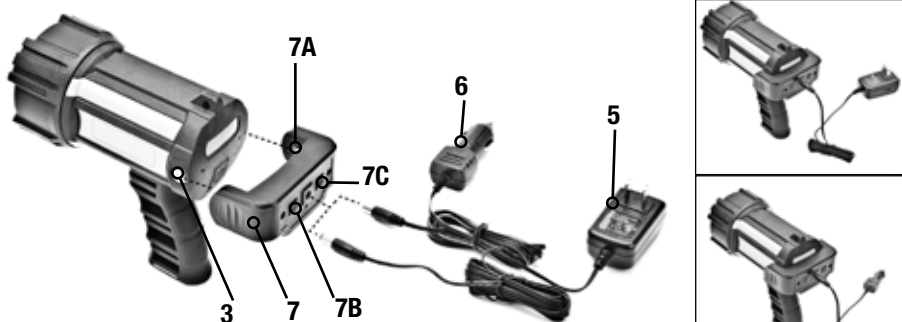

FIG 2
## CHARGER/RECHARGER LE PROJECTEUR (FIG 2)
2. Brancher l'adaptateur de courant c.a. 120 V (5) et le connecteur de charge (7) comme montré à la FIG. 2.
3. Insérer le connecteur de charge dans l'extrémité arrière du projecteur comme montré dans la FIG. 2. S'assurer que les ressorts de métal (7A) sur le connecteur de charge touchent les pointes de charge métalliques du projecteur (3).
2. Brancher l'adaptateur de courant c.a. 12 V (6) et le connecteur de charge (7) comme montré à la FIG. 2.
3. Insérer le connecteur de charge dans l'extrémité arrière du projecteur comme montré à la FIG. 2. S'assurer que les ressorts de métal (7A) sur le connecteur de charge touchent les pointes de charge métalliques du projecteur (3).